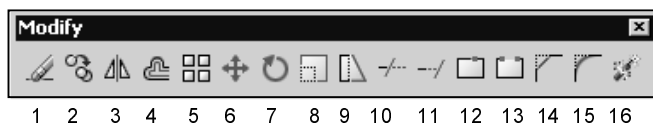

Рис. 3.8. Панель инструментов для редактирования объектов
- При помощи кнопок на панели инструментов. В качестве примера приводится панель инструментов **Modify** (Редактировать) (рис. 3.8), которая используется для вызова команд редактирования рисунка.